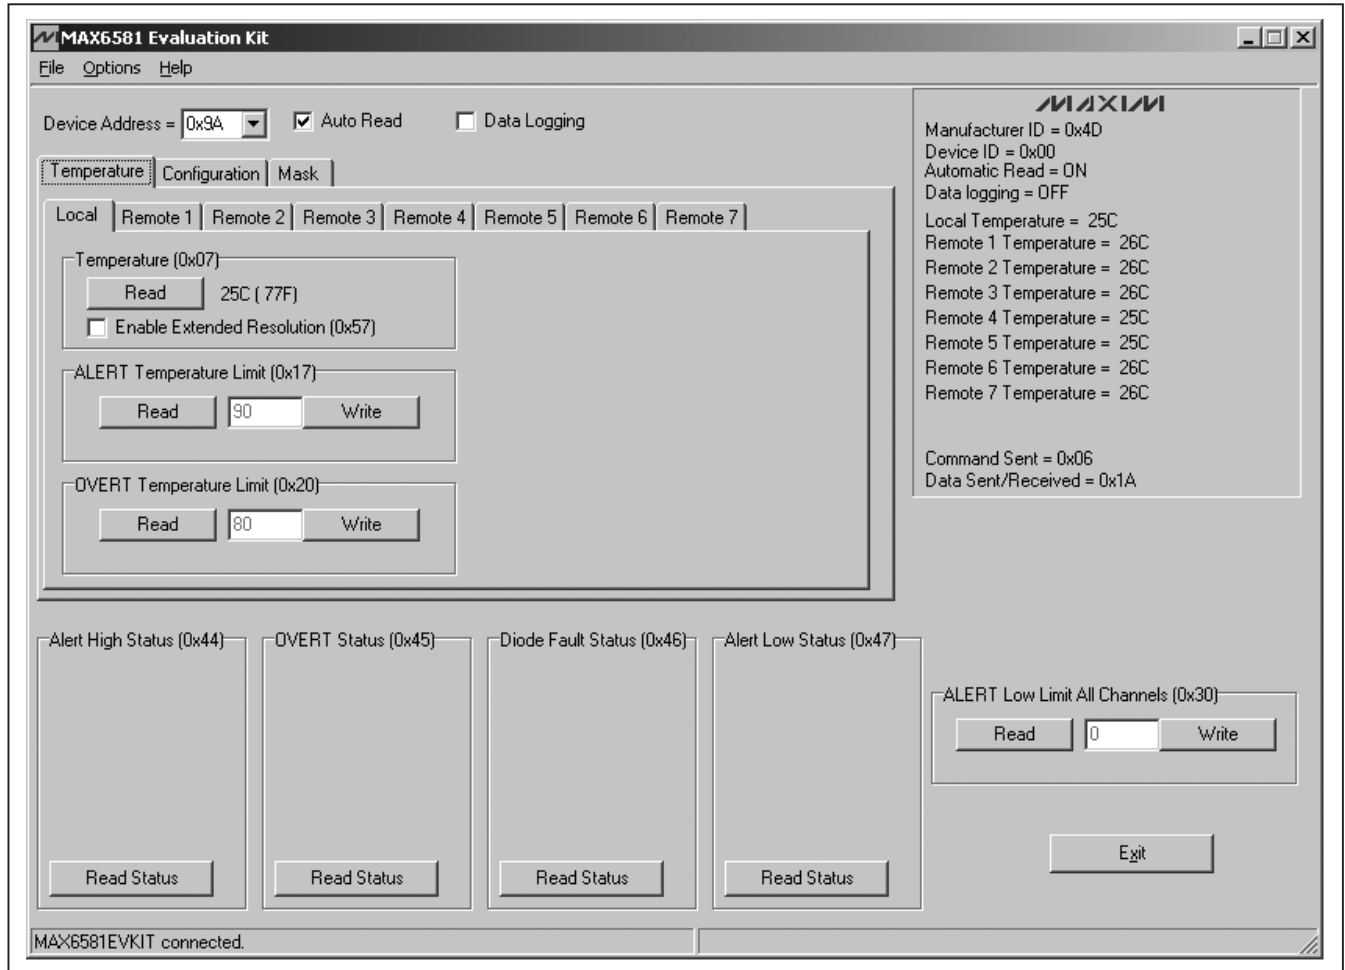

图1. MAX6581评估软件主窗口(温度标签页)
- 6) 点击 **Start | Programs** 中的图标，启动评估软件。评估软件主窗口如图1所示，程序自动检测器件地址并启动主程序。
远端二极管测量通道可提供11位数据(1 LSB = +0.125°C)。8个最高有效位(MSB)可从本地温度和远端温度寄存器读取。用于远端的其余3位可从扩展温度寄存器读取。通过选中 **Temperature** 标签页中的 **Enable Extended Resolution (0x57)** 选择框, 使能扩展分辨率(图1)。
所有温度通道均具有可编程报警(ALERT)和过热(OVERT)门限。报警和过热限值可在 **Temperature** 标签页中的 **ALERT Temperature Limit (0x17)** 和 **OVERT Temperature Limit (0x20)** 组合框中设置(图1)。